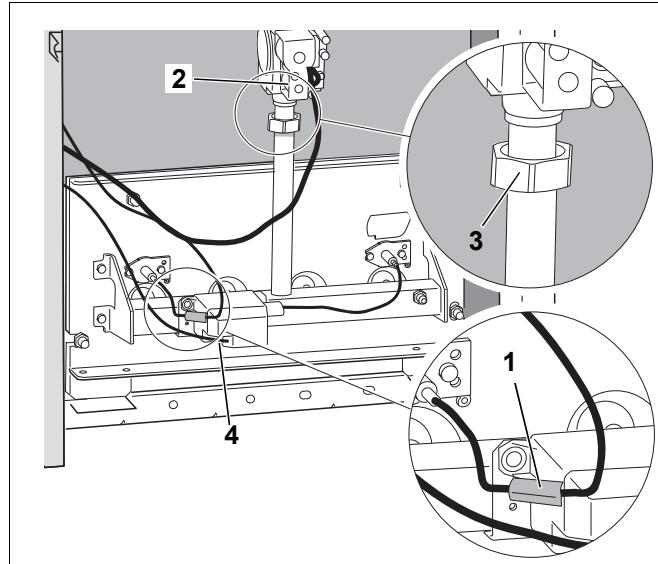

Рис. 38 Демонтаж горелки
- Отсоединить горелку от газовой арматуры в месте резьбового соединения (Рис. 38, **поз. 3**).
- Снять контактный предохранитель (Рис. 38, **поз. 1**) на контрольном кабеле и разъединить штекерное соединение.
- Вынуть штекер запального трансформатора (Рис. 38, **поз. 4**).